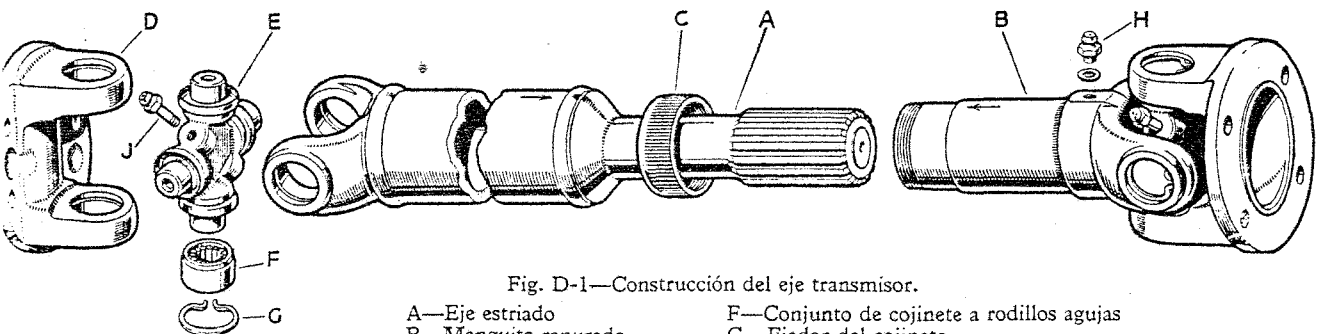

Fig. D-1—Construcción del eje transmisor.
5. Deslicense el protector de caucho y las abrazaderas de manguera sobre el eje; úntense abundantemente las ranuras de la junta corrediza y del eje ranurado con grasa y vuélvase a colocar la junta sobre el eje, asegurándose que las flechas marcadas en el yugo del manguito ranurado y del eje se encuentren en línea (Fig. D-1).